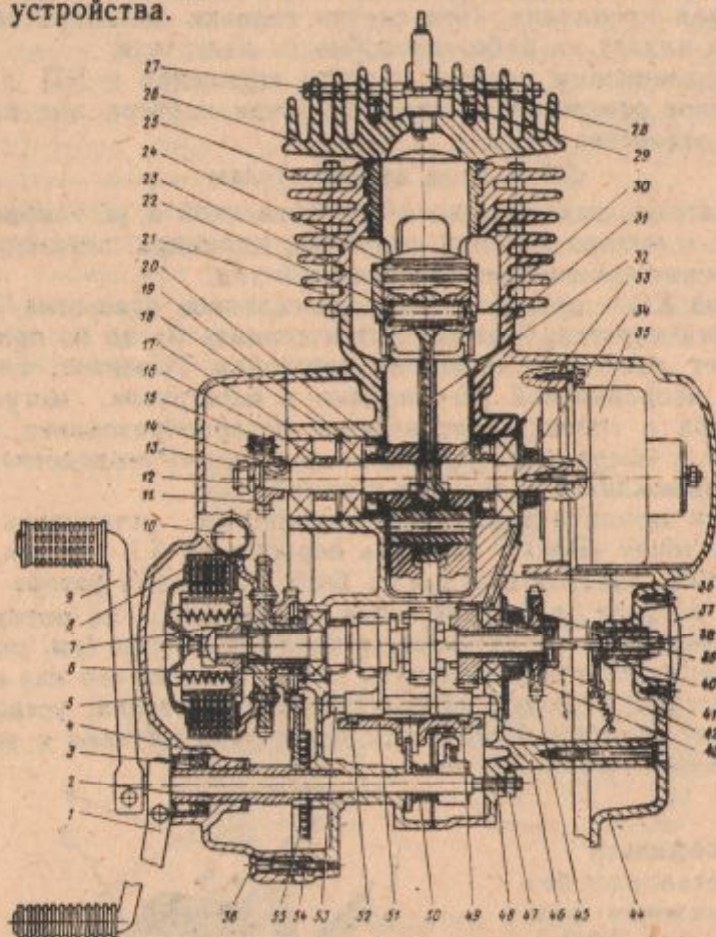

Рис. 3. Двигатель:
5.2. Двигатель (рис. 3)
Сцепление предназначено для разъединения двигателя и трансмиссии. Для регулировки сцепления отверните винты заглушки 41 правой крышки (см. рис. 3); отпустите контргайку регулировочного винта; ввертывая или вывертывая регулировочный винт, установите свободный ход на конце рычага сцепления на руле, равный 5—10 мм. При ввертывании винта свободный ход уменьшается, при вывертывании — увеличивается.